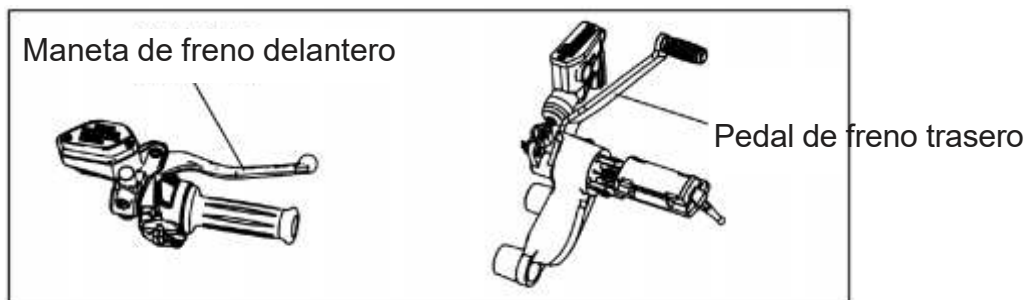

Figura 16 Ubicación de las palancas de freno
2. Conducción en pendientes y curvas (Figura 16)